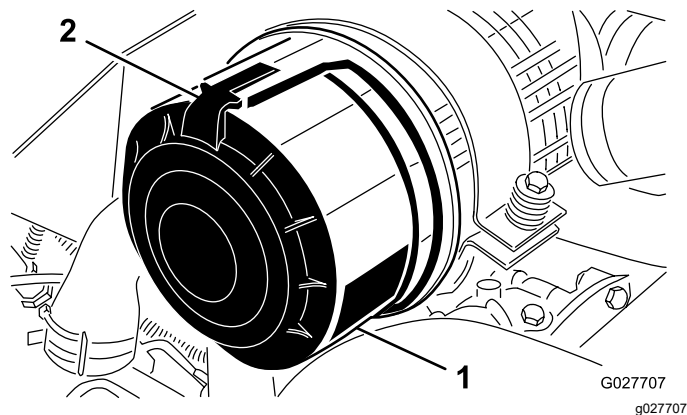

Figure 57
1. Desserrez les fixations qui maintiennent le couvercle sur le boîtier du filtre à air (Figure 57).